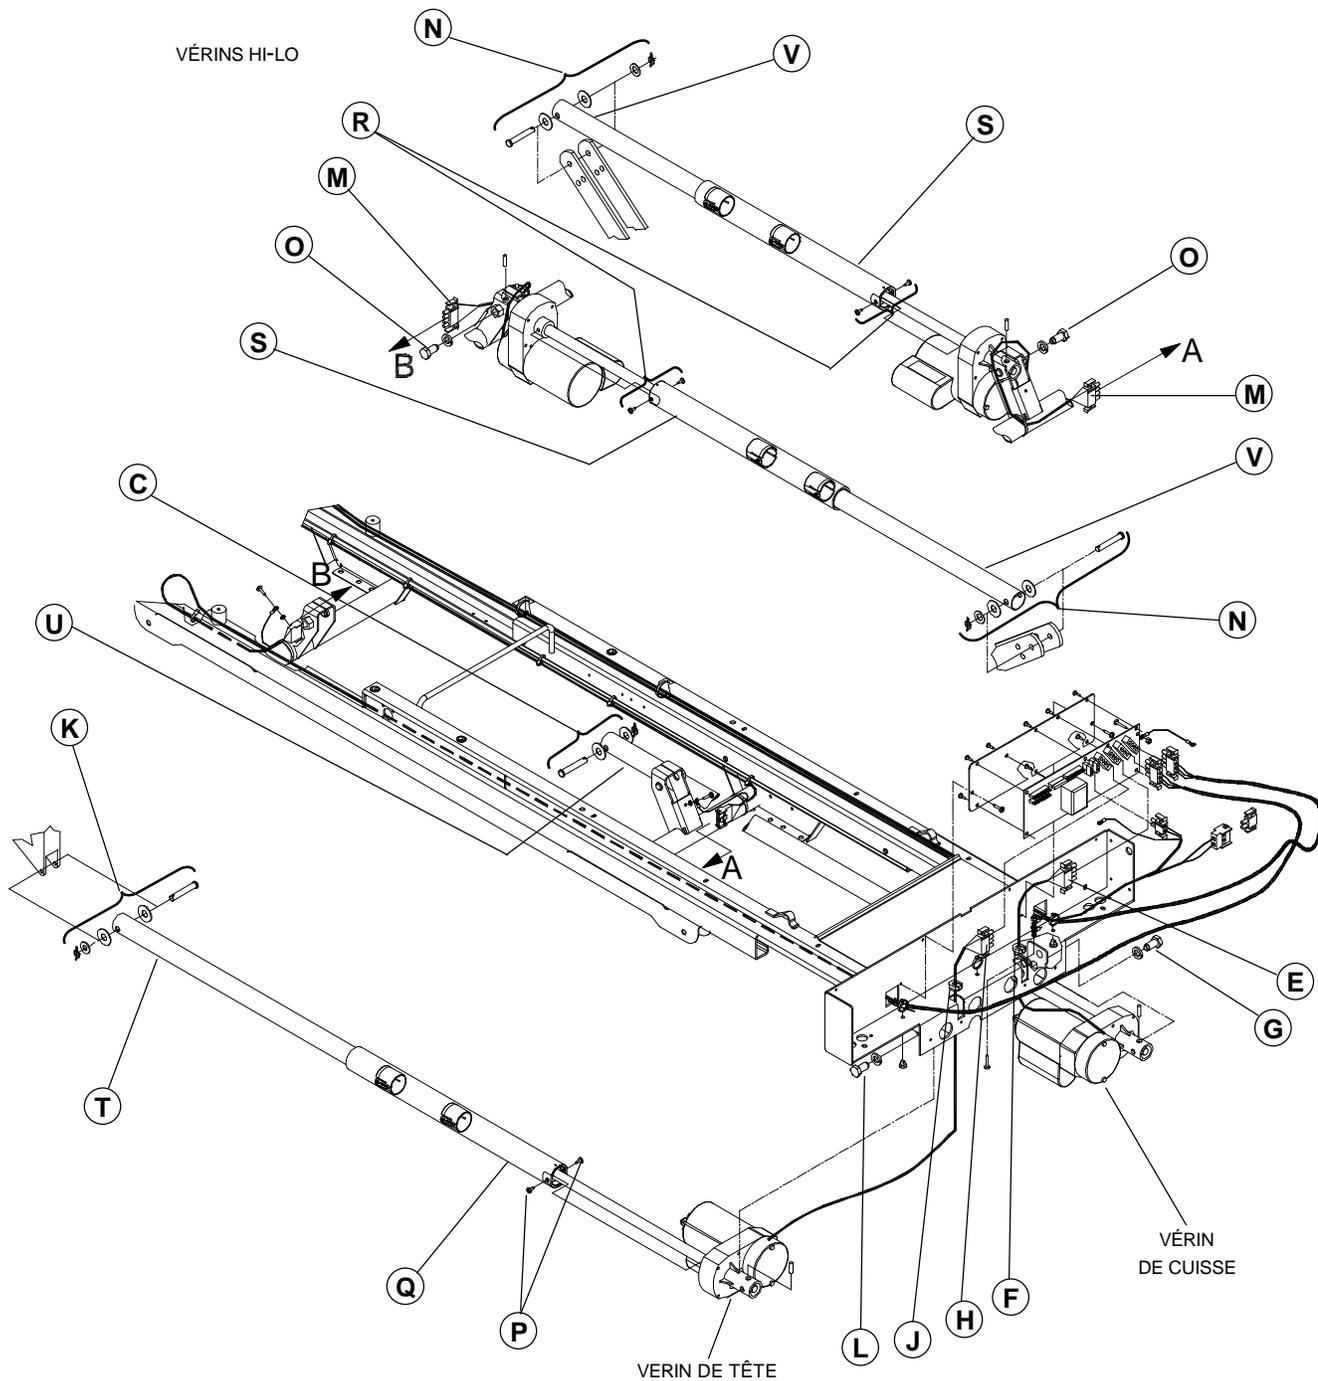

Figure 4.10
4. À l'aide de pince à bec effilé, retirez la goupille enroulante/la rondelle/les rondelles de nylon(2)/l'axe de chape (C, fig. 4.10, page 38) reliant le tube de l'actuateur de cuisse (U, fig. 4.10, page 38) aux bras du levier de la section de cuisse.
4. À l'aide d'un tournevis Phillips, retirez les deux arrêts de matelas latéraux (A) et conservez-les pour la nouvelle section de tête.
6. À l'aide de pince à bec effilé, retirez la goupille enroulante/la rondelle/les rondelles de nylon(2)/l'axe de chape (K, fig. 4.10, page 38) reliant le tube de l'actuateur de tête (T, fig. 4.10, page 38) aux bras du levier de la section de tête.
À moins d'indications contraires, toutes les références contenues dans les procédures de la section 4.10 référeront à la figure 4.10 ci-dessus.
À moins d'indications contraires, toutes les références contenues dans les procédures de la section 4.11 référeront à la figure 4.10, page 38
5. À l'aide d'un tournevis à tête plate et d'une clé 5/16", retirez les quatre vis (P) retenant le tube de protection du vérin de cuisse et le support du tube (Q) du vérin de tête (les deux vis et le tube de protection du vérin de cuisse ne sont pas illustrés à la figure 4.10) et glissez le tube de protection et le support de tube vers l'arrière afin de découvrir les vis et le début du tube des vérins.